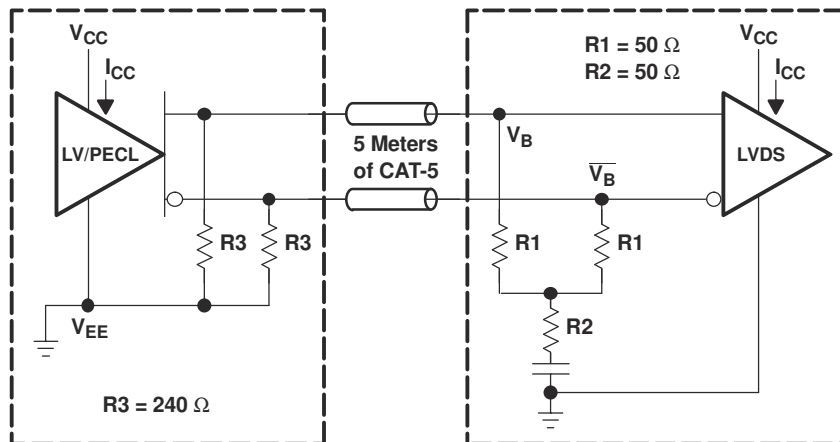
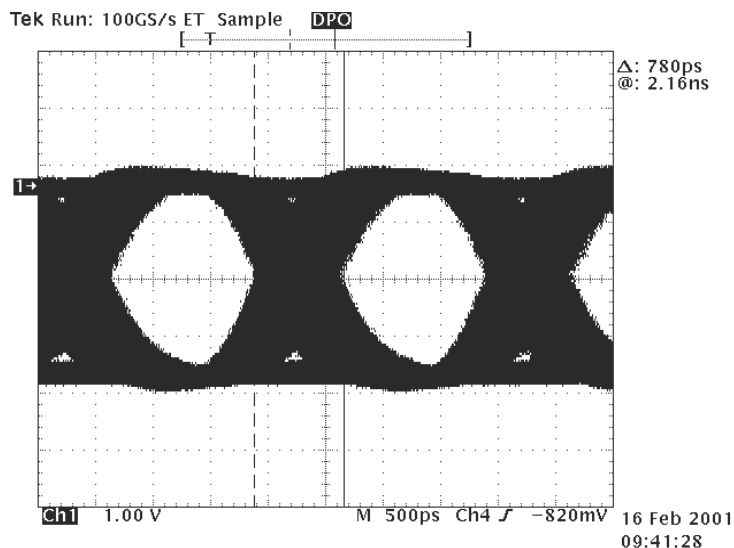

图 8-4. LVPECL 或 PECL 至远程宽共模 LVDS 接收器
图 8-5. 500Mbps 接收器输出 (CH1) 的 LV/PECL 至远程 SN55LVRA4-SEP
图 8-4 和 图 8-5 展示了如何使用 LV/PECL 驱动器驱动 5 米的 CAT-5 电缆并由德州仪器 (TI) 的宽共模接收器接收，以及由此产生的眼图。为了给 LV/PECL 驱动器提供接地的电阻器路径，需要 R_3 的值。在没有电阻分压器的情况下， R_1 只需匹配 $50\ \Omega$ 的特性负载阻抗。 R_2 电阻器阻值较小，旨在尽可能减少任何可能的共模电流反射。